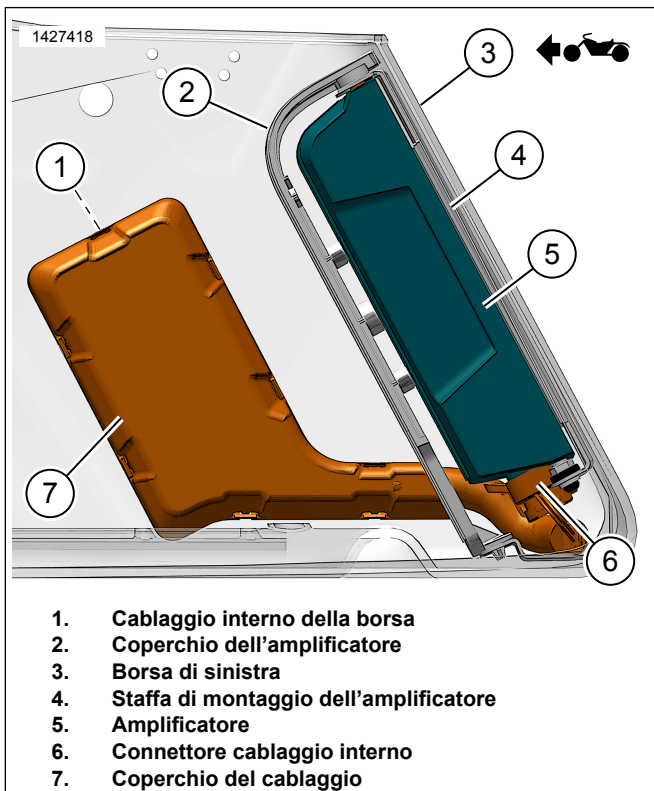

Figura 8. Cablaggio della borsa con amplificatore
13. Vedere la figura 8. Installare il gruppo della staffa di montaggio dell'amplificatore.